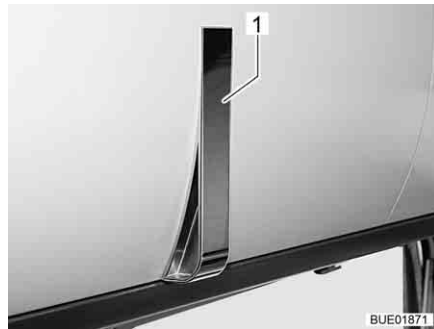
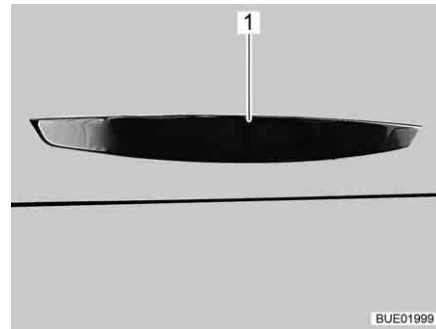

Bild 41 Möbelklappe mit Griff
Bild 42 Möbelklappe mit Griff
- Am Griff (Bild 41,1 oder Bild 42,1) ziehen, bis Möbelklappe offen ist.